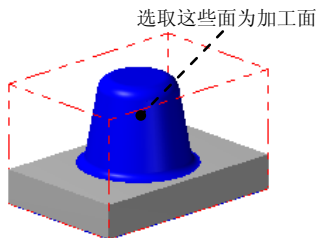

图 6.8.2 选取加工面
Step2. 选取加工面。在图形区中选取图 6.8.2 所示的曲面，然后按 Enter 键，系统弹出“刀路/曲面选择”对话框，采用系统默认的设置，单击  按钮，系统弹出“曲面精车-残料清角”对话框。